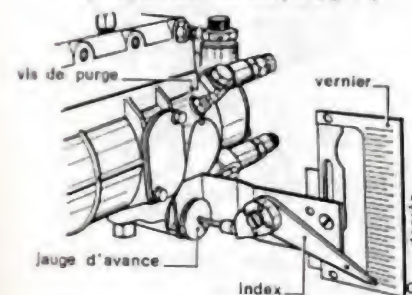

Fig. 37.
- Déposer la vis butée sur le boîtier d'avance et la remplacer par la jauge d'avance et son vernier (fig. 37).
Contrôle et réglage de l'avance automatique à différentes vitesses à l'aide du dispositif spécial (fig. 37).